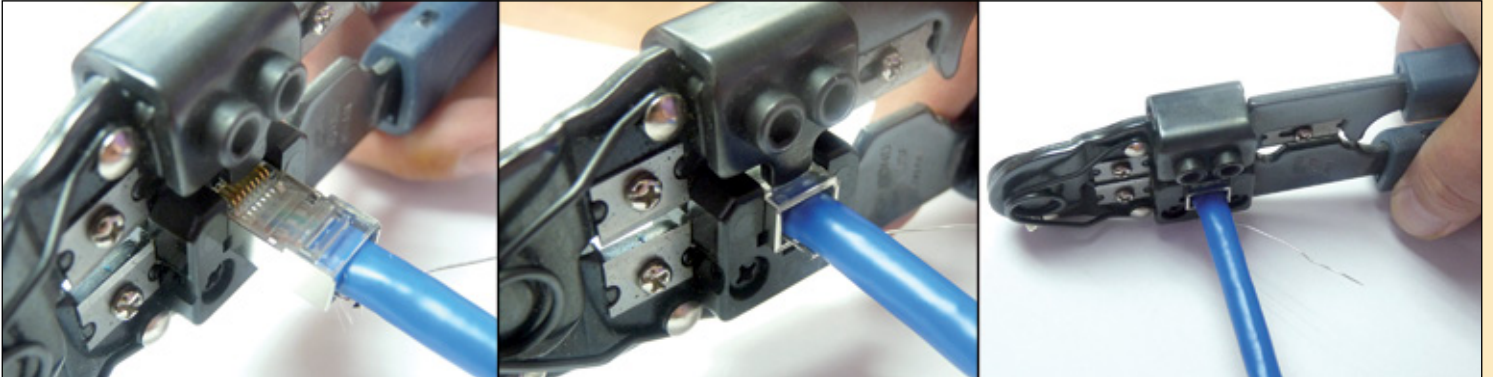

Figura 21
- 16 Proceda a comprimir el Plug con la herramienta de compresión, tal como se muestra en el grupo de imágenes de la **Figura 21**.